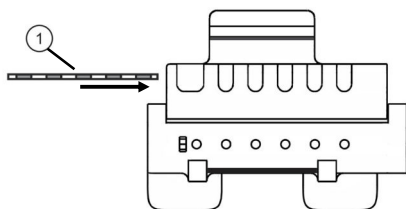

Abb. 1: Block in der offenen Position
- Sicherstellen, dass sich der Verbindungsblock in der offenen Position befindet. Siehe **Abbildung 1**.
Sicherstellen, dass sich der Kabelblock bei der Sterilisation in der offenen Position befindet (siehe Abbildung 1) und nicht in der geschlossenen Position (siehe Abbildung 6).